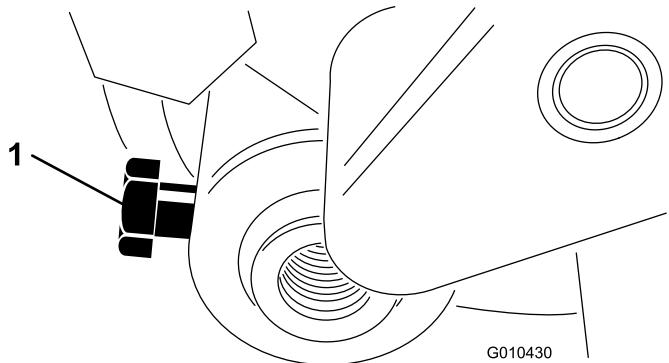

Figure 30
3. Desserrez le boulon qui fixe l'arbre du rouleau au bras de coupe (Figure 30).